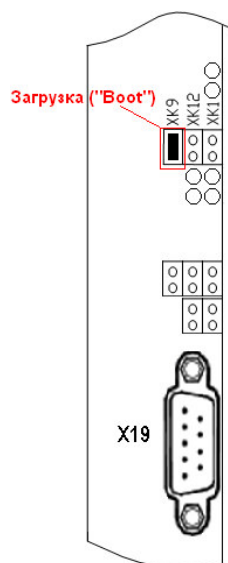

Рисунок 3.1 – Установка переключки на модуль TN713\TN723
4. Перевести модуль в состояние «Boot», установив перемычку на штыревой соединитель XK9 (рисунок 3.1), расположенный под лицевой панелью модуля (перемычки необходимо устанавливать на все прошиваемые модули при групповой загрузке, см. раздел 3.2.2).